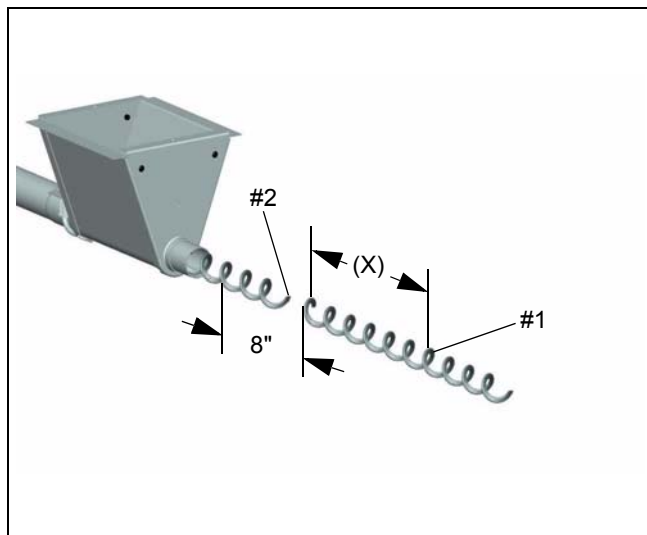

Рисунок 5D
6. См. Рисунок 5D на стр. 31. Величина необходимого растяжения (X) рассчитывается как 7-1/2" на 100' шнека (19 см на 30 м). Вытягивайте шнек через конец воронки кормораздаточной линии до устранения провисания. Отметьте шнек у края впускной трубки воронки (№ 1). Вытяните шнек на необходимое расстояние (X) и отметьте его у края впускной трубки воронки (№ 2). Вытяните шнек еще на 8" (20,3 см) и надежно зафиксируйте с помощью щипцов-зажима. Щипцы будут затянуты в воронку, удерживая шнек в данной точке. Обрежьте шнек у отметки № 2.